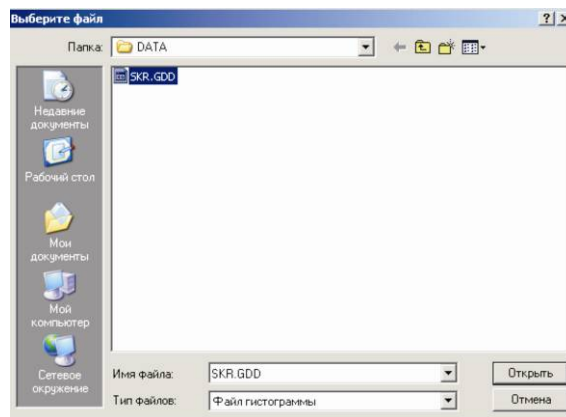

Рисунок 2.15 – Меню выбора файла
- 3) В открывшемся окне (рисунок 2.15) в графе «Тип файлов» выбрать тип: «Файл гистограммы», в графе «Имя файла» выбрать файл из папки DATA, который необходимо просмотреть, например SKR.GDD;